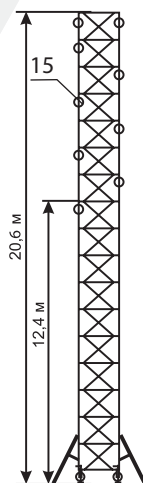

рис. 9
- При высоте вышки более 12 м ее необходимо крепить к стене анкерами (15) (см. схему крепления рис. 9)